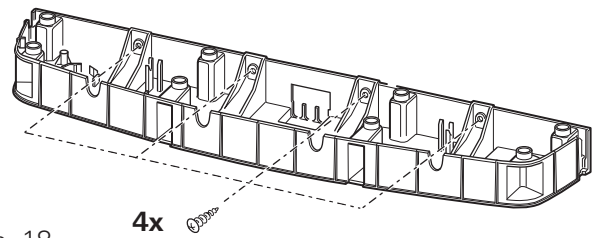

Abb. 18
- ▶ **S 5004:** Träger am Einbaurahmen mit 4 Schrauben 3,5 x 16 mm befestigen (Abb. 18).